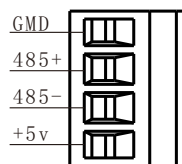

图7
- a) XLR5000系列软起动器在左侧有一接线端子，具体接线见（图7）